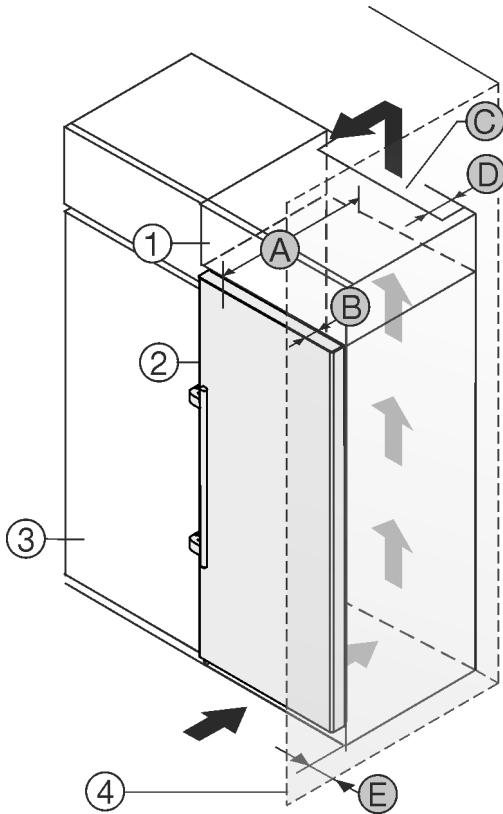

Fig. 1
- (1) Επικαθήμενο ντουλάπι
- (2) Συσσκευή
- (3) Ντουλάπι κουζίνας
- (4) Τοίχος
- (A) Βάθος συσκευής
- (B) Βάθος πόρτας
- (C) Διατομή αερισμού
- (D) Απόσταση πίσω πλευράς συσκευής
- (E) Απόσταση από το πλάι της συσκευής
Μπορείτε να τοποθετήσετε τη συσκευή ακριβώς δίπλα από το ντουλάπι κουζίνας Fig. 1 (3).
Στην πίσω πλευρά του επικαθήμενου ντουλαπιού πρέπει να υπάρχει ένα κενό εξαγωγής αέρα με βάθος Fig. 1 (D) σε όλο το πλάτος του επικαθήμενου ντουλαπιού.
Κάτω από την οροφή του δωματίου πρέπει να τηρείται η διατομή εξαερισμού Fig. 1 (C).
Εάν τοποθετήσετε τη συσκευή με τους μεντεσέδες δίπλα σε κάποιον τοίχο Fig. 1 (4), τότε πρέπει η απόσταση ανάμεσα στη συσκευή και στον τοίχο να ανέρχεται σε τουλάχιστον 57 mm . Αντιστοιχεί στην προεξοχή της χειρολαβής όταν η πόρτα είναι ανοιχτή.
Για να μπορείτε να ανοίγετε τελείως την πόρτα, πρέπει η συσκευή να προεξέχει κατά το βάθος της πόρτας Fig. 1 (B) από την πρόσοψη του ντουλαπιού κουζίνας. Η συσκευή μπορεί να προεξέχει περισσότερο, ανάλογα με το βάθος των ντουλαπιών κουζίνας Fig. 1 (3) και την χρήση αποστατών τοίχου.